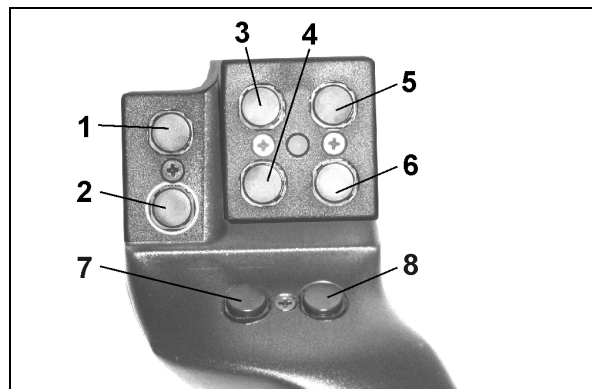
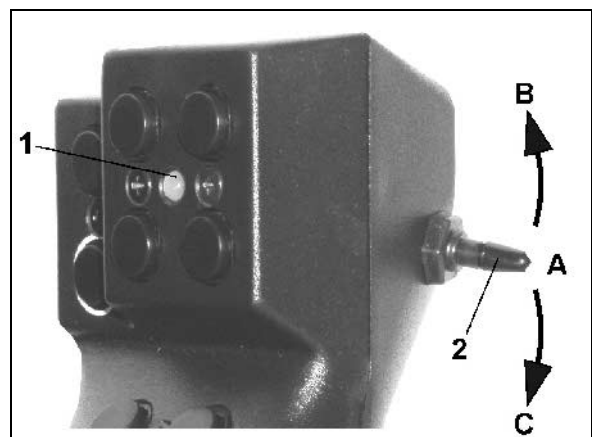

Fig. 92
Fig. 93
For at kunne betjene **AMATRON**⁺ har Joysticket (Fig. 92) 8 taster (1 - 8) til rådighed. Derudover kan tasterne aktiveres tre gange ved hjælp af kontakten (Fig. 93/2).
-  middelstilling (Fig. 93/A) og kan vippes
-  op (Fig. 93/B) eller
-  ned (Fig. 93/C).
Kontaktens stilling bliver vist med et LED-lys (Fig. 93/1).